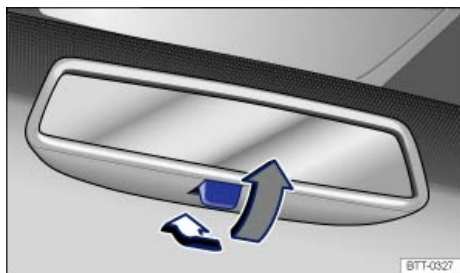

Fig. 130 En el parabrisas: retrovisor interior antideslumbrante manual.
- Para oscurecer el retrovisor, tire de la palanca hacia atrás ⇒ fig. 130.